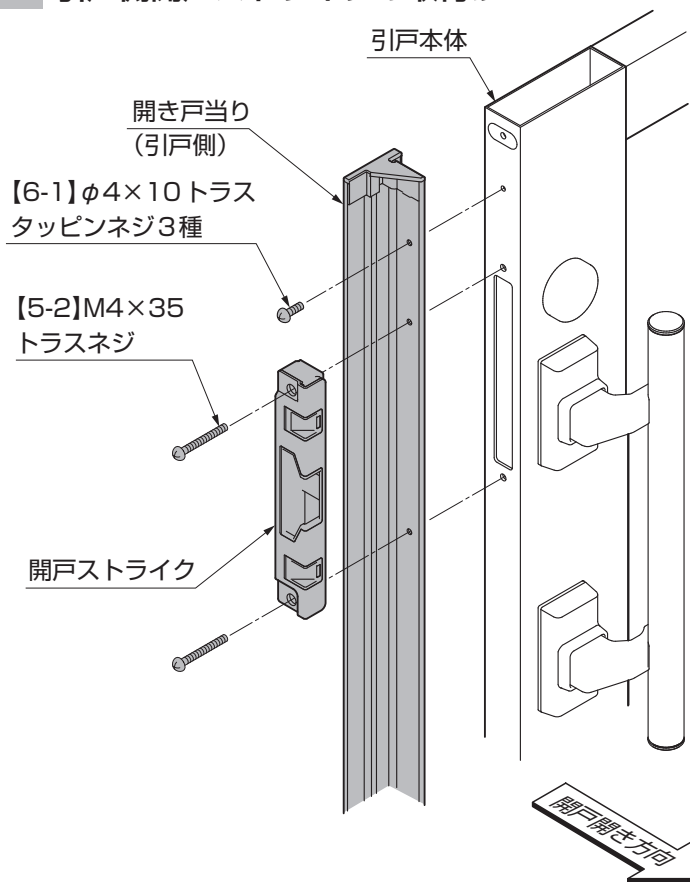

図8-3
①開き戸当りを【6-1】で固定してください。(図8-3参照)
②開戸ストライクを【5-2】で固定してください。(図8-3参照)